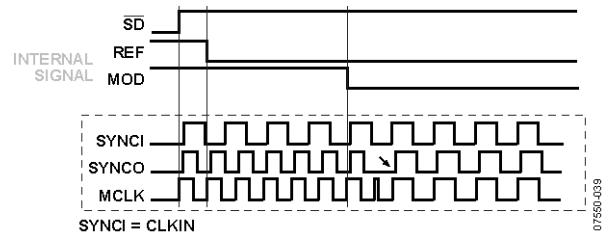

図 39.SYNCl = 外部クロック
- SYNCl = 外部クロック。SYNC0 は、外部クロック信号からのバッファされたクロック出力になります。内部変調器検出信号が解除された 1 クロック・サイクル後の、バッファされた最初の出力信号が SYNC0 上で開始される前に、MCLK 上に異常パルスが現れます(図 39 参照)。